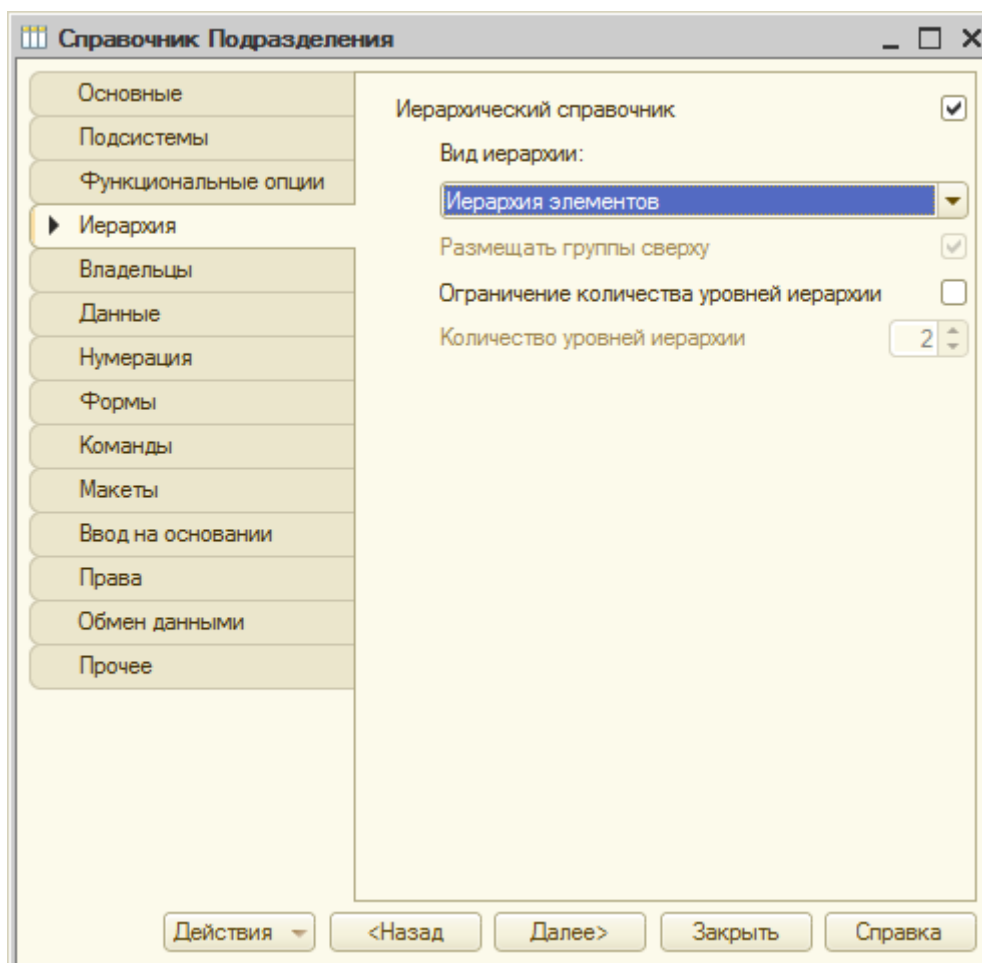

Рисунок 10.1- Настройка иерархии справочника Подразделения
1. Добавим в нашу конфигурацию еще один справочник. Дадим ему имя **Подразделения**, добавим в состав подсистем **Бухгалтерский Учет**, **Учет Работы Мастеров** и **Расчет Заработной Платы**. Увеличим длину наименования на закладке **Данные** до 100 символов. Сделаем справочник иерархическим – на закладке **Иерархия** установим флаг **Иерархический справочник**, параметр **Вид иерархии** установим в значение **Иерархия элементов**, Рисунок 10.1.